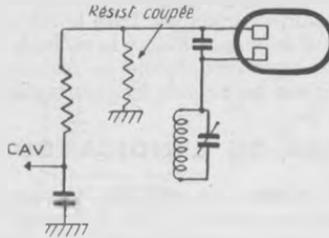

Fig. 60.
4. **Blocage sur les émissions puissantes.** — L'audition s'étrangle à un certain moment. Soupçonner une coupure ou le mauvais état de la résistance de charge de la diode antifading (fig. 60).